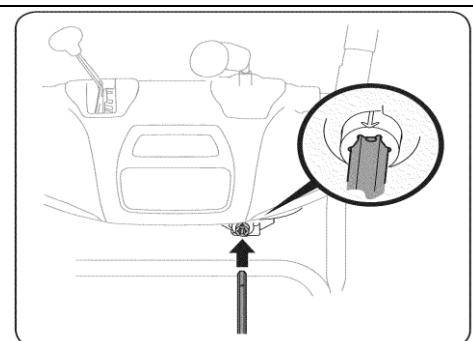

Рис. 7
7. Убедитесь в том, что все тросики расположены с левой стороны от тяги управления желобом. Совместите отверстие тяги со стрелкой на входном вале и установите конец тяги АО входной вал, расположенного под панелью управления джойстика. См. Рис. 7.